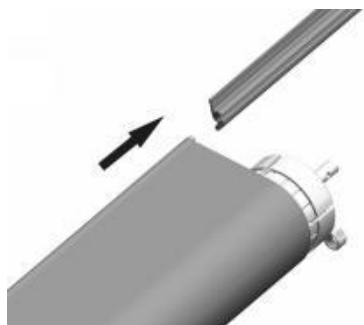
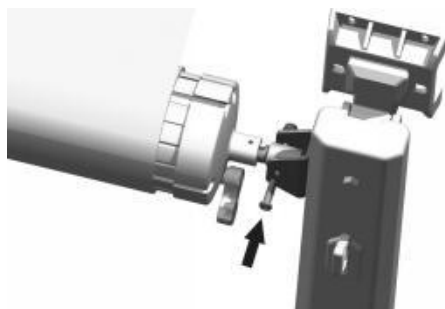

Rysunek C12 Rysunek C13
Rysunek C14 Rysunek C15
3.5 Otwórz tkaninę, włóż ją do szczeliny w rurze nawojowej, następnie włóż przedni koniec tkaniny do innej szczeliny w rurze nawojowej i przymocuj śrubą B. Aby zapobiec przesuwaniu się materiału, włóż pasek materiału w szczelinę. Na końcu włóż pasek pętłkowy do paska. (Rysunek C12, Rysunek C13, Rysunek C14, Rysunek C15)